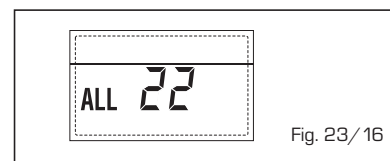

Fig. 23/16
**- ANOMALIA AVARIA SONDA IMPULSÃO SEGUNDA ZONA MISTURADA "ALL 23"** (fig. 23/17)